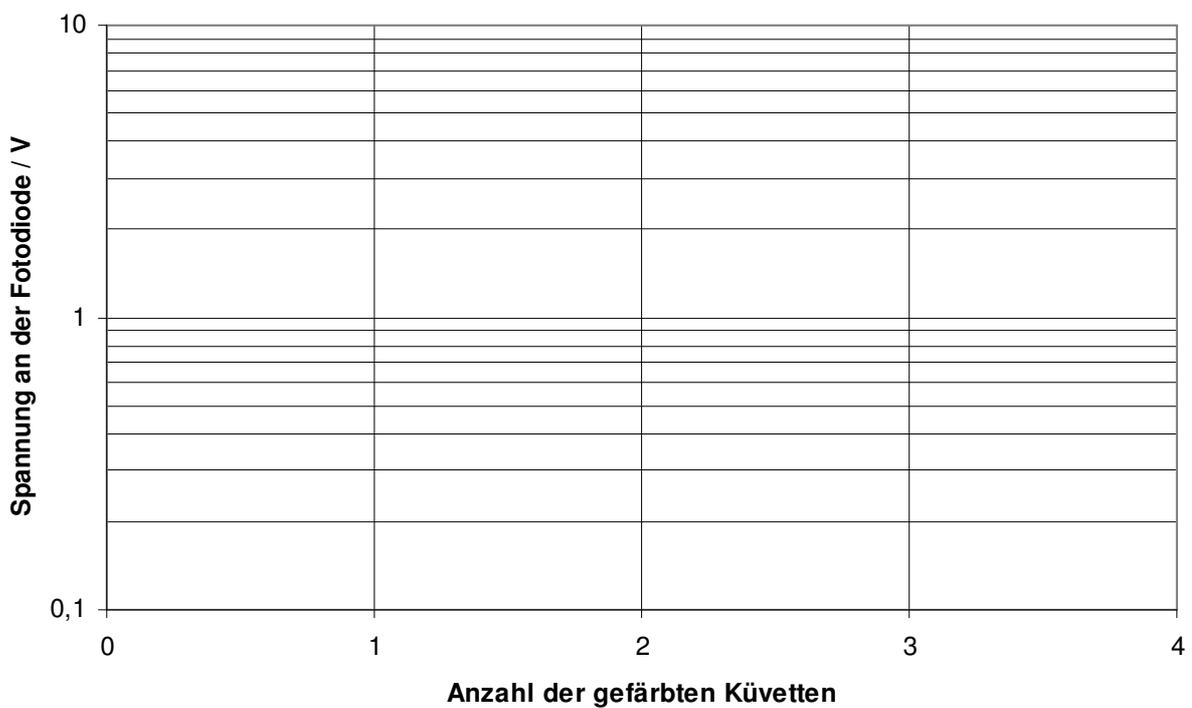

Abb. 3: Diagramm zur Auswertung in halblogarithmischer Darstellung
3. Tragen Sie die Messwerte in das halblogarithmische Koordinatensystem (Abbildung 3) ein und zeichnen Sie eine Ausgleichskurve.